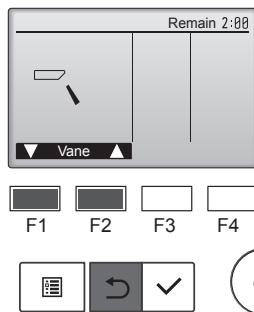

Fig. 7-7
① Проверьте автоматический режим с помощью кнопок **F1** **F2**. (Fig. 7-7)
② Нажмите кнопку **▷** для возврата в режим Test run operation (Тестовый прогон).
③ Нажмите кнопку **⊕**.